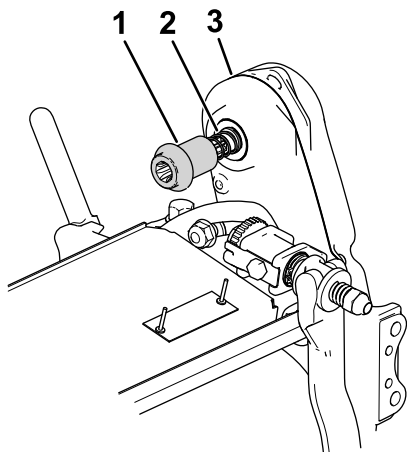

Figura 7
4. Montate l'accoppiatore e la molla sul gruppo di trasmissione del cilindro dell'apparato di taglio (Figura 7).
5. Assicuratevi che l'accoppiatore (Figura 7) sia in grado di muoversi facilmente avanti e indietro sull'albero della trasmissione.